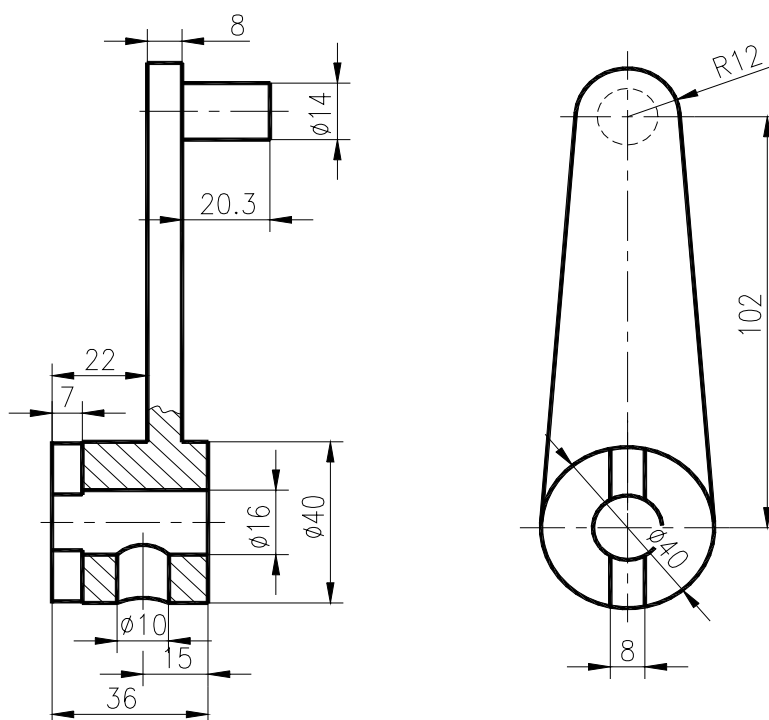

Fig. U9.12
4. Realizați desenul piesei din Fig. U9.12 reprezentată în două proiecții. Pentru linia ondulantă utilizați comanda *SPLINE*. Pentru hașurare (*HATCH*) folosiți modelul utilizator (*User defined*).